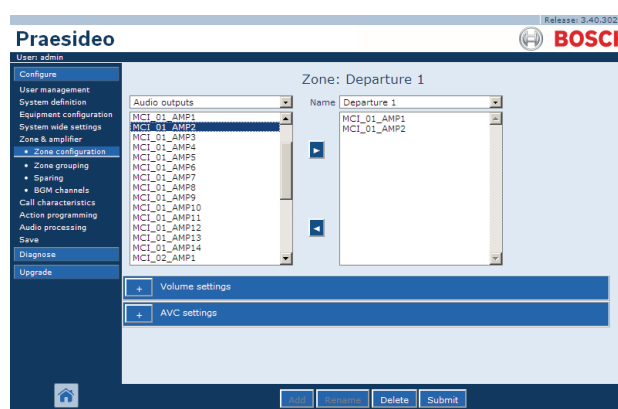

Abb. 45.3: Neue Zone erstellen, Schritt 1
- 1 Rufen Sie *Configure > Zone & amplifier > Zone configuration* auf. Im Hauptframe der webbasierten Benutzeroberfläche wird ein Bildschirm angezeigt, der dem in Abb. 45.3 ähnelt.